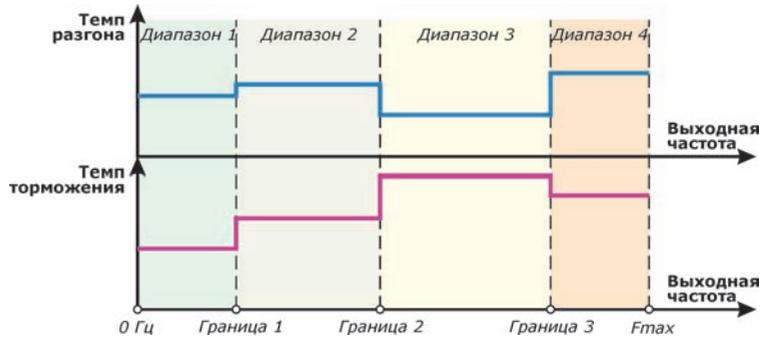

Рисунок 4.2
**п.3.1.2.5** *Кривая пользователя* – Настройка пользовательской характеристики разгона/торможения двигателя. В выходной частоте преобразователя может быть задано до 4 интервалов (см. рисунок 4.2) с различными темпами увеличения и снижения выходной частоты преобразователя.